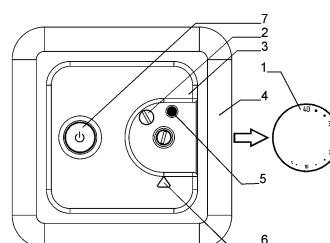

Рис. 1
ЭЛЕМЕНТЫ ТЕРМОСТАТА (рис. 1)
- убедитесь, что кнопка питания **7** (рис. 1) в отключенном состоянии;
- осторожно снимите регулировочную ручку **1** (рис. 1), аккуратно поддав её сбоку плоской отвёрткой;
- открутите винт **2**, снимите крышку **3** и рамку **4** (рис. 1);
- установите рамку **4**, наденьте крышку **3**, закрутите винт **2** и установите на место регулировочную ручку **1** (рис. 1).
При включении термостата кнопкой **7**, светодиодный индикатор **6** (рис. 1) однократно отображает режим работы (табл. 1), затем индицирует состояние нагрузки и возможные неисправности. Включение нагрузки отображается непрерывным свечением светодиодного индикатора красным цветом. При отключении нагрузки светодиодный индикатор непрерывно светится зелёным цветом. Индикация неисправностей производится циклическим миганием светодиодного индикатора красным свечением (табл. 2). Исправность внешнего датчика температуры можно проверить по табл. 4, предварительно отключив его от термостата.
В начале работы термостат устанавливается на максимальную температуру вращением регулировочной ручки **1** (рис. 1) по часовой стрелке, пока не будет достигнута требуемая температура помещения. После этого вращением регулировочной ручки **1** в обратную сторону необходимо добиться отключения нагрева, при этом светодиодный индикатор **6** должен светится зелёным цветом. Через 24 - 48 часов, если возникнет необходимость, произвести точную регулировку термостата.
Управление работой термостата выполняется кнопкой настройки **5**, которая находится под регулировочной ручкой **1** (рис. 1). Кнопка настройки позволяет выбирать режим работы термостата и регулировать яркость свечения светодиодного индикатора. Короткие нажатия (менее 0,6 сек) выполняют ступенчатую регулировку яркости светодиодного индикатора вплоть до выключения (табл. 3). Длительное удержание нажатой кнопки настройки (около 3 сек) переключает режимы работы термостата (табл. 1), при этом яркость индикации режима работы будет максимальной, независимо от заданной яркости светодиодного индикатора. Установленные параметры сохраняются в энергонезависимой памяти.